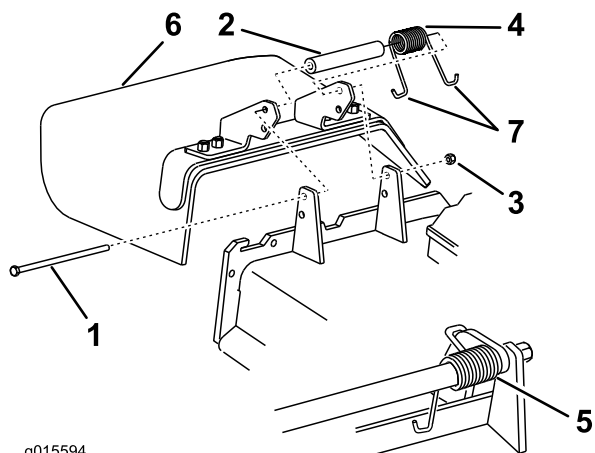

Figura 89
1. Retire la contratuerca, el perno, el muelle y el espaciador que sujetan el deflector a los soportes de pivote (Figura 89). Retire el deflector de hierba dañado o desgastado.
Nota: Asegúrese de colocar un extremo en J del muelle detrás del reborde de la carcasa antes de instalar el perno, según se muestra en Figura 89.
3. Instale el perno y la tuerca. Coloque un extremo en J del muelle alrededor del deflector de hierba (Figura 89).